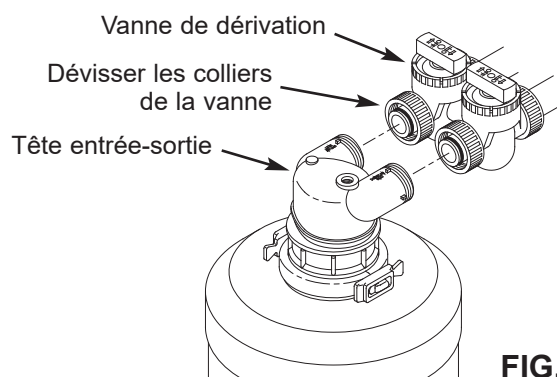

FIG. 8
2. Dévisser lentement les deux colliers d'installation reliant la vanne de dérivation à la tête entrée-sortie (cf. Fig. 8) pour dépressuriser le système.